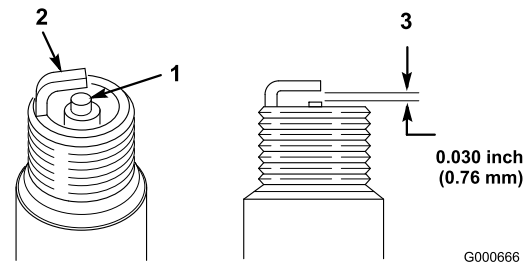

Bild 29
2. Prüfen Sie den Abstand zwischen der mittleren und der seitlichen Elektrode (Bild 29) und biegen Sie die seitliche Elektrode, wenn der Abstand falsch ist.
1. Sehen Sie sich die Mitte der Zündkerze an (Bild 29). Wenn der Kerzenstein hellbraun oder grau ist, ist der Motor richtig eingestellt. Eine schwarze Schicht